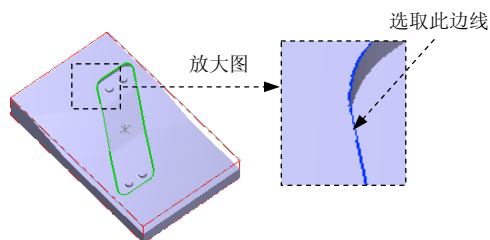

图 14.28 选取切削范围边线
(3) 在 区域中单击 按钮，系统弹出“串连选项”对话框。在图形区中选取图 14.28 所示的边线，单击 ☒ 按钮，系统返回至“刀具路径的曲面选取”对话框。
(4) 单击 ☒ 按钮，完成加工区域的设置，同时系统弹出“曲面精加工等高外形”对话框。